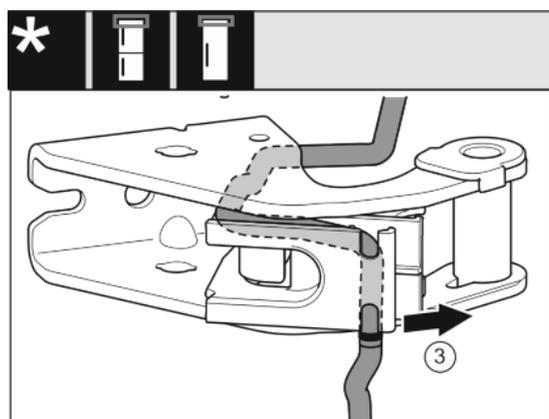

Fig. 22
- ▶ Sortir le câble du guide. Fig. 22 (3)